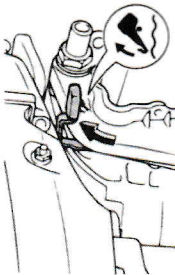

Рис. 25. Последовательность подъема мотора (2)
- 2) Перевести рычаг переключения передач в положение «Нейтральная передача» (См. Рис. 25).